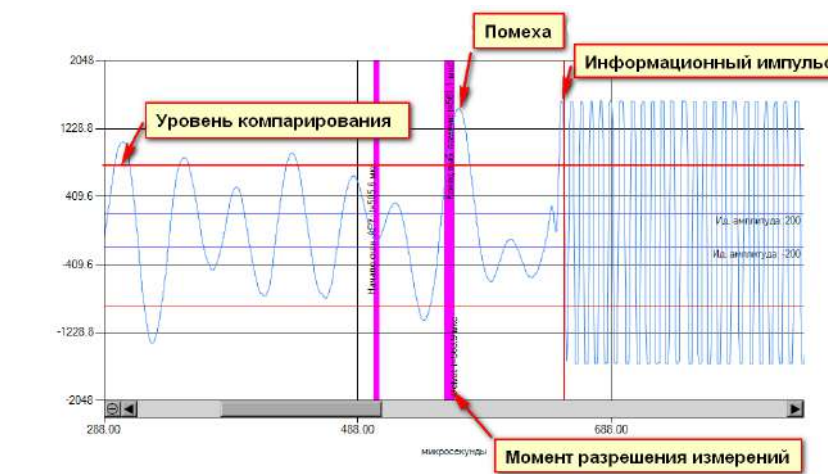

Рисунок 5.1
5.4.2 В случае, если амплитуда помехи превысит уровень компарирования после момента разрешения измерений (рисунок 5.1), она будет воспринята системой как ложный информационный импульс. При этом однозначно сработает система самодиагностики по критерию «отклонение измеренной скорости звука луча от средней свыше установленной границы (5%) либо по критерию «отношение сигнал-шум менее критического значения (менее 15 дБ)». При этом система самодиагностики сформирует сигнал аварии луча «НЕНОРМА» и луч будет отключен.